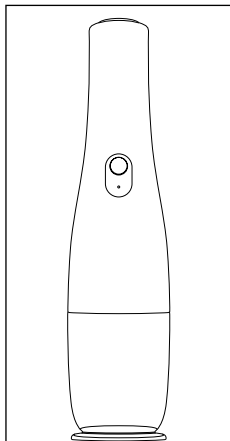

Fig. 5
6. Per conservare l'apparecchio poggiarlo sul cappuccio di chiusura ❶, che può essere utilizzato come base (vedere fig. 5).